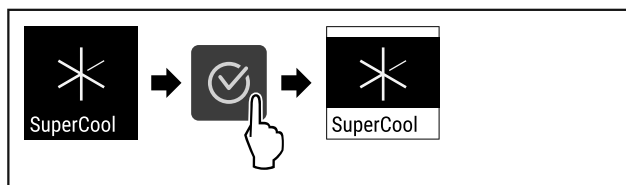

Fig. 90
- ▶ Hajtsa végre a művelet lépéseit (lásd Fig. 90).